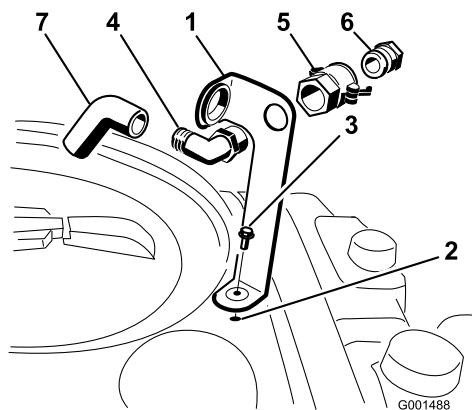

Figura 3
- Coloque o suporte do reservatório de enchimento sobre o orifício rosado no depósito e fixe-o com um parafuso de cabeça flangeada (5/16 x 3/4 pol.) (Figura 3).
- Coloque a parte rosada do encaixe em cotovelo de 90 graus no suporte e apertar o acoplador rápido, fixando-o ao suporte (Figura 3).
- Instale o adaptador da tubagem no acoplador rápido (Figura 3).
- Bloqueie o adaptador na posição correcta, girando as alavancas em direcção ao adaptador, e depois fixe-as com os pernos de gancho (Figura 3).
- Coloque o tubo anti-sifão pela a abertura larga no suporte e pela extremidade dentada do encaixe em cotovelo de 90 graus (Figura 3).